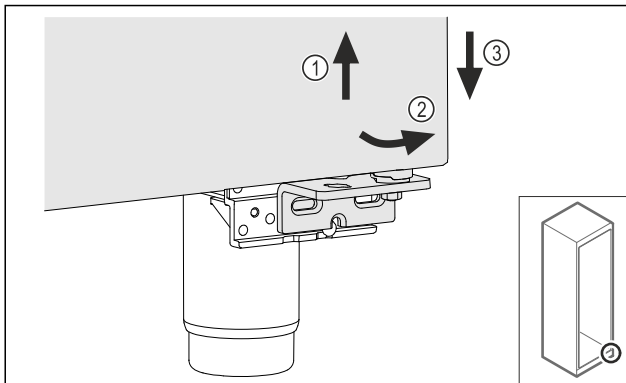

Fig. 18
- ▶ Kissé emelje meg az ajtót Fig. 18 (1), billentse előre az alját Fig. 18 (2), és eressze le Fig. 18 (3).